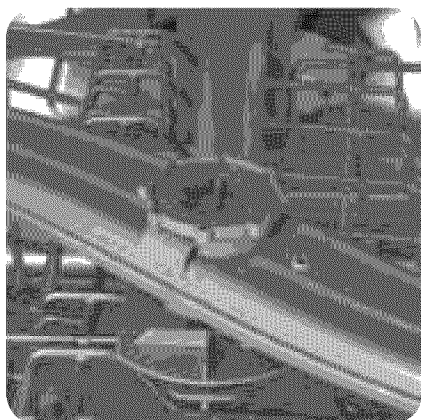
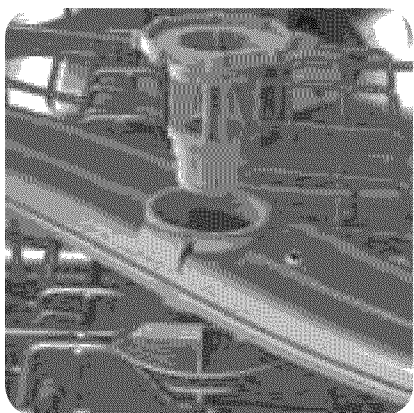

FIGURE 30
FIGURE 31
2. Mettre le panier à l'envers. Le bras gicleur est maintenu en place par un écrou de verrouillage, figure 30. Tourner cet écrou dans le sens contre horaire 1/8 de tour et l'enlever, figure 31, pour dégager le bras gicleur.